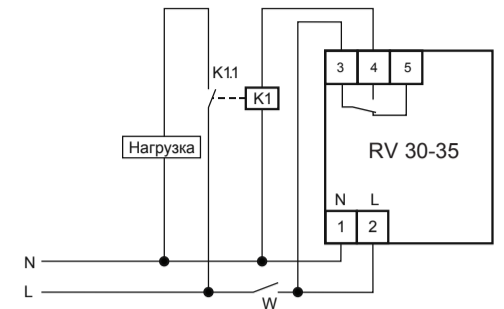

Рис. 3: схема подключения нагрузки мощностью превышающей мощности, указанной в п. 4 паспорта
7.3. Если мощность нагрузки превышает мощность, указанной в п.4 паспорта, подключите нагрузку к изделию через контактор соответствующей мощности и проводом соответствующего сечения (рис.3).